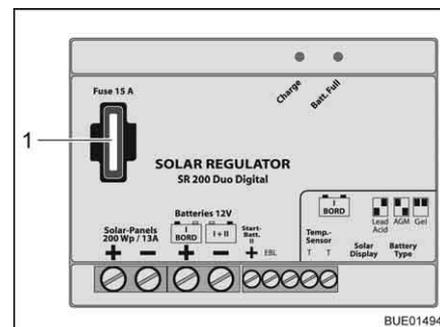

Bild 150 Sicherung Solar-Laderegler 140/200 W
- Flachsicherung 15 A/blau (Bild 150,1) wechseln.